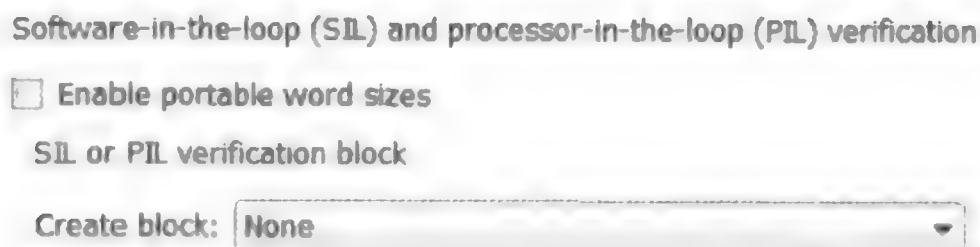

图 7.2.49 SIL/PIL 设置
(6) 将 Real-Time Workshop→SIL and PIL Verification 界面的 Create block 下拉列表, 选择 none 选项, 如图 7.2.49 所示。